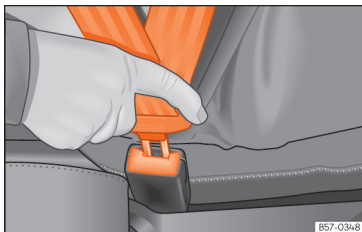

Abb. 24 Schloßzunge des Sicherheitsgurts in das Gurtschloß einstecken.
- Schloßzunge fest in das zum Sitzplatz gehörende Gurtschloß stecken »» [Abb. 24].